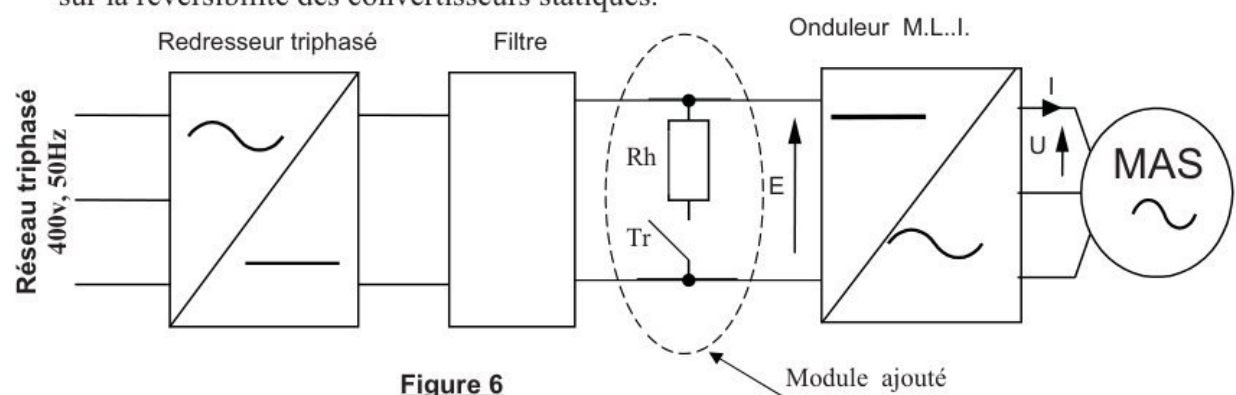

Figure 6
12. En plus, on a intercalé entre filtre et onduleur un module à résistance  $R_h$  en série avec un interrupteur commandé  $Tr$  (voir figure 6 page 4), quel est le rôle de ce module ? Conclure sur la réversibilité des convertisseurs statiques.